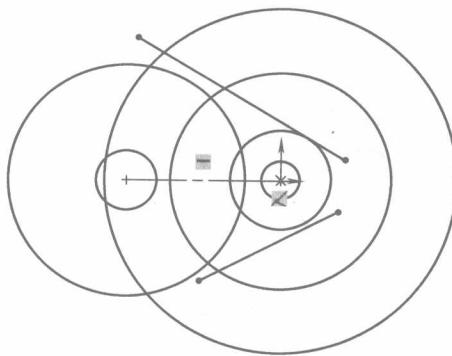

图 1-5
- (3) 用同样的方法绘出其他的圆及直线，如图 1-5 所示。
简要提示：所绘图形，如图 1-5 所示。